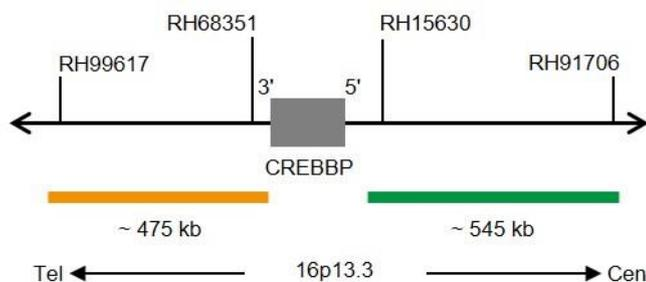

Fig. 1: SPEC CREBBP Mappa della sonda (non in scala)
- Polinucleotidi (~10.0 ng/μl) marcati con ZyGreen (eccitazione 503 nm/emissione 528 nm), le cui sequenze target mappano in 16p13.3* (chr16:3,978,217-4,521,684) prossimali al punto di rottura di CREBBP (vedere Fig. 1).
- Polinucleotidi (~4.5 ng/μl) marcati con ZyOrange (eccitazione 547 nm/emissione 572 nm), le cui sequenze target mappano in 16p13.3* (chr16:3,287,067-3,762,188) distali al punto di rottura di CREBBP (vedere Fig. 1).